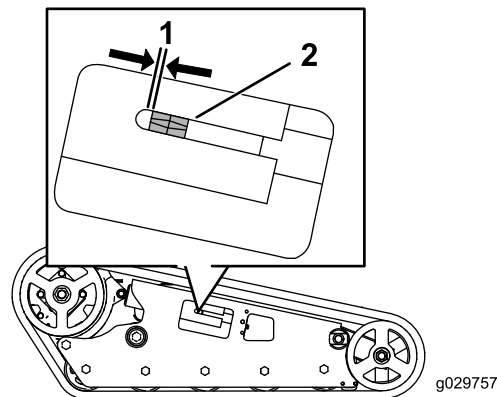

Figura 54
La tuerca tensora debe estar a 0,64 cm de la tangente de la ranura del tubo tensor (Figura 54). Si no es así, ajuste la tensión de las orugas usando el procedimiento siguiente:
4. Usando una llave de vaso de 1/2", gire el tornillo tensor en sentido antihorario hasta que la distancia entre la tuerca tensora y la parte de atrás del tubo tensor sea de 0,64 cm, según se muestra en Figura 54.
10. Gire el tornillo tensor en el sentido contrario a las agujas del reloj hasta que la distancia entre la tuerca tensora y la parte de atrás del tubo de horquilla (Figura 54) sea de 0,64 cm.
10. Gire el tornillo tensor en sentido antihorario hasta que la distancia entre la tuerca tensora y la tangente de la ranura del tubo tensor (Figura 54) sea de 0,65 cm.